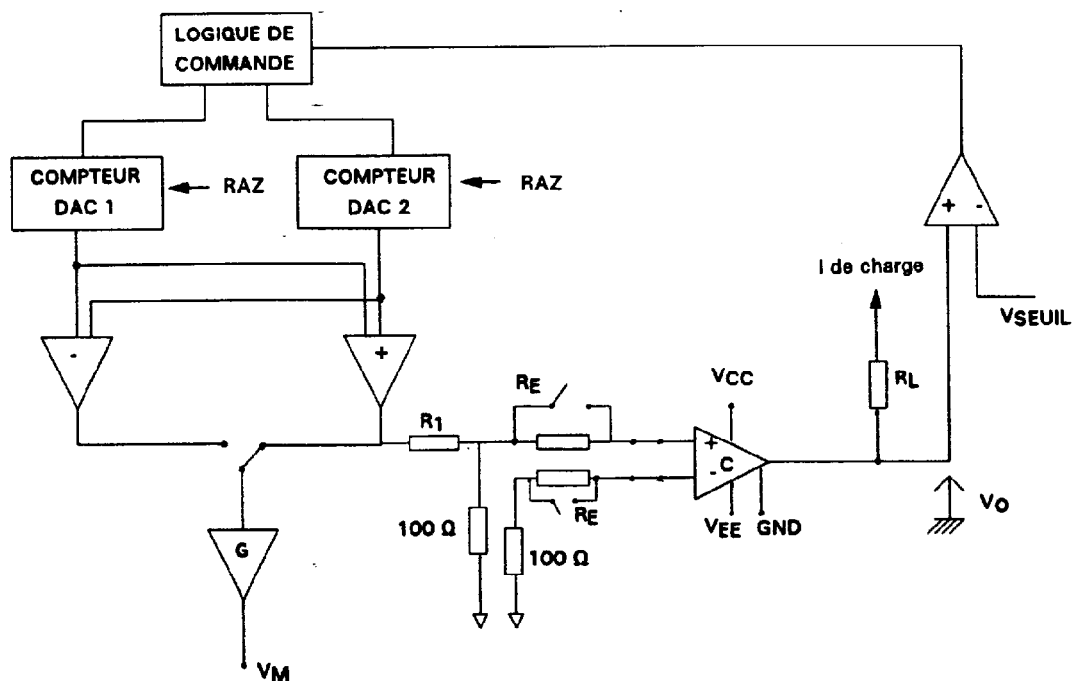

FIGURE 2
- soit aux figures 2 à 4 ci-après.